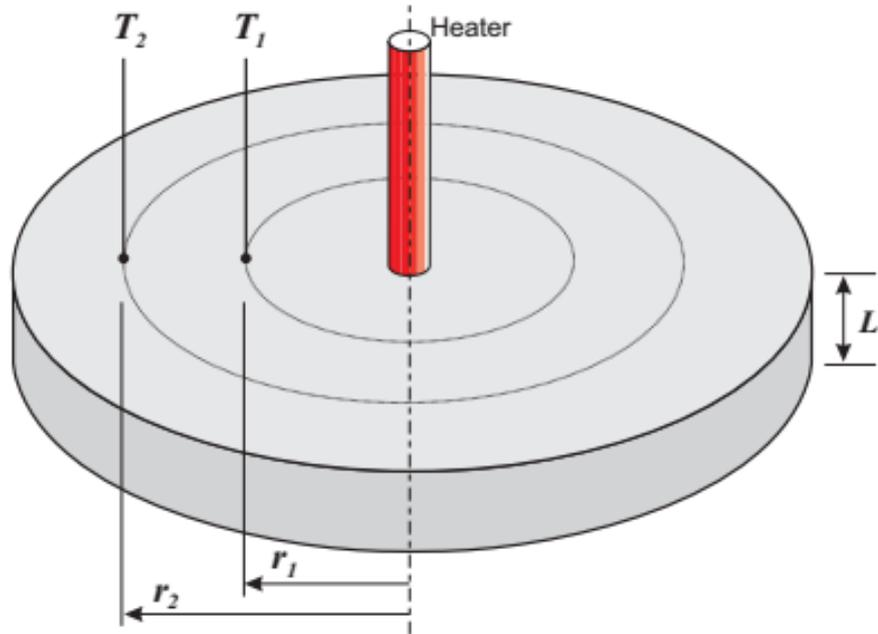

Figure 07: Conduction thermique radiale
Cela a bien sûr besoin de leurs rayons intérieur et extérieur (r_1 et r_2 sur la figure 07) et de l'épaisseur du disque (L), donc: